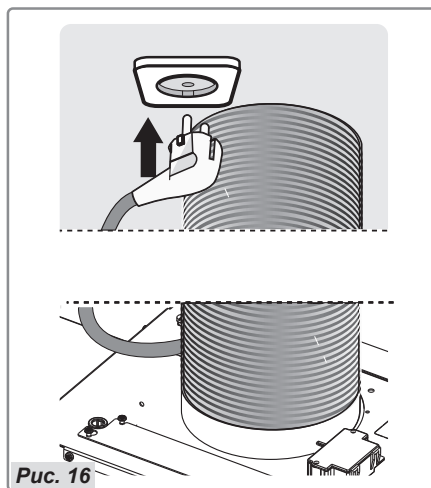

Рис. 16
- Вставьте вилку в предварительно отключенную настенную электророзетку (рис. 16).